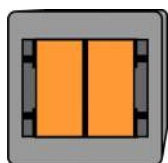
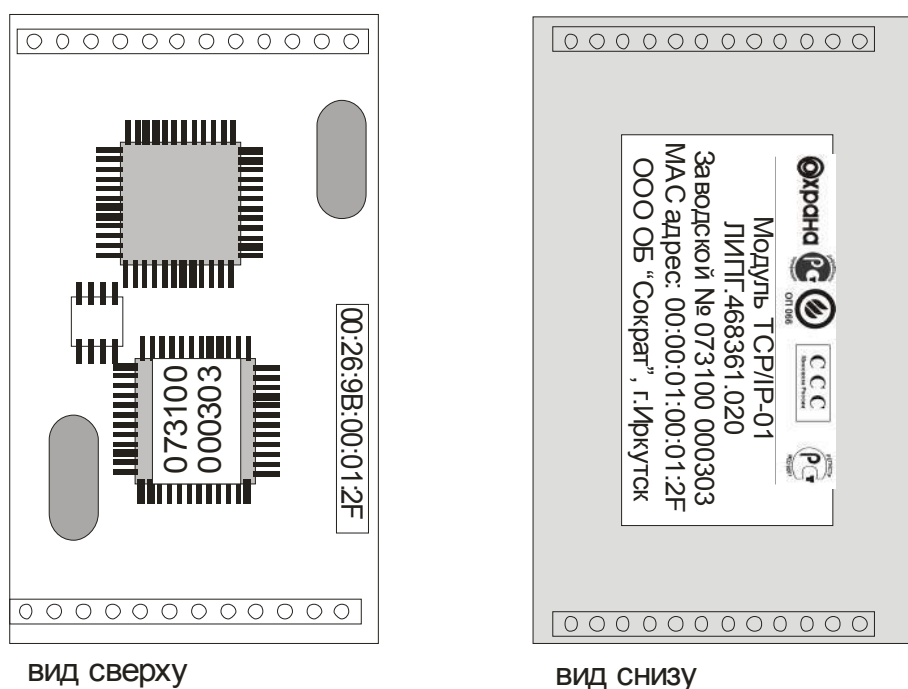

Рисунок 1: Общий вид коммуникатора TCP/IP
Рисунок 2: Модуль ТСР/ІР-01
4.1 Общий вид коммуникатора показан на рис. 1.
ВНИМАНИЕ! Существует различия в платах коммуникатора исполнения 01 и исполнений 02, 03. Отличать следует платы по трансформатору, обозначенному цифрой 1 на рис. 1.
4.2 Коммуникатор имеет пластиковый корпус. Внутри корпуса установлена печатная плата устройства с электронными компонентами. Функционально коммуникатор состоит из модуля Модем (микроконтроллер ATmega), модуля TCP/IP-01 (рис. 2), блока интерфейсных микросхем и блока питания (рис. 1).